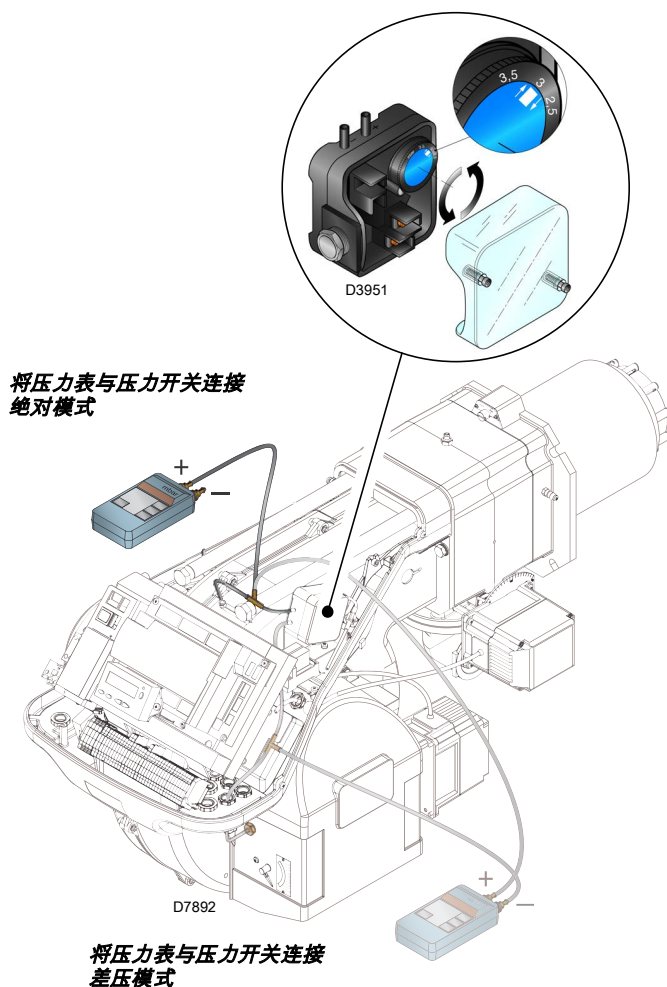

图 31
- ▶ 设定最小燃气压力开关 (图 31 页 35) 至量程的起始位置。
燃烧器各部分调节时，风压开关置于量程开始位置，上述所有调整结束后，再设定风压开关（图 31）。
压力计的连接如图 31 所示。
在此情况下，压力计必须以差压模式连接，如图 31 所示。